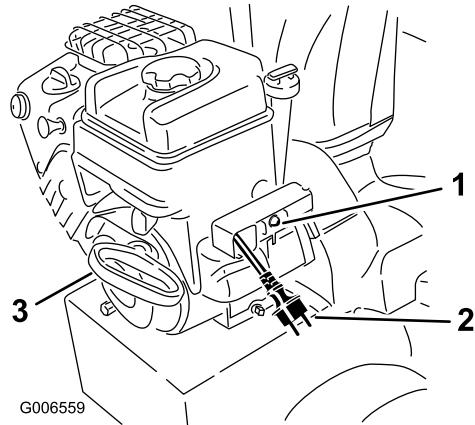

Рисунок 29
7. Запустите снегоочиститель, потянув за шнур механического стартера или нажав на кнопку электрического стартера (Рисунок 29).